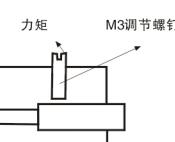

图18
- 2.圆柱型传感器的安装: 采用调节螺钉时, 紧固力矩请用 $2\text{--}4\text{kgf}\cdot\text{cm}$ 安装(图18)。注 : T-力矩( $2\text{kgf}\cdot\text{cm} \leq T \leq 4\text{kgf}\cdot\text{cm}$ )。